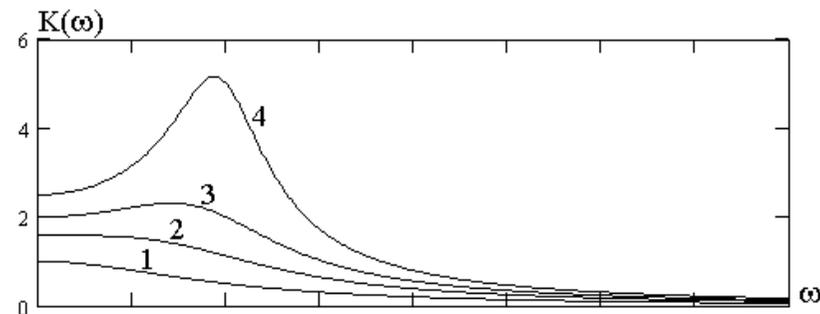

Рис. 48
4. Уменьшая сопротивление R_4 , добейтесь максимально плоской АЧХ, так, чтобы отсутствовал ее подъем в области верхних частот, как показано на рис. 48 (кривая 2, фильтр Баттерворта). Кривая 1 соответствует максимальному значению R_4 . Измерьте величину сопротивления, отключив питание стенда.
рис. 48), у которого наибольший подъем в области верхних частот в 1,12 раза больше значения АЧХ на частоте 28 кГц. Измерьте величину сопротивления, отключив питание стенда.